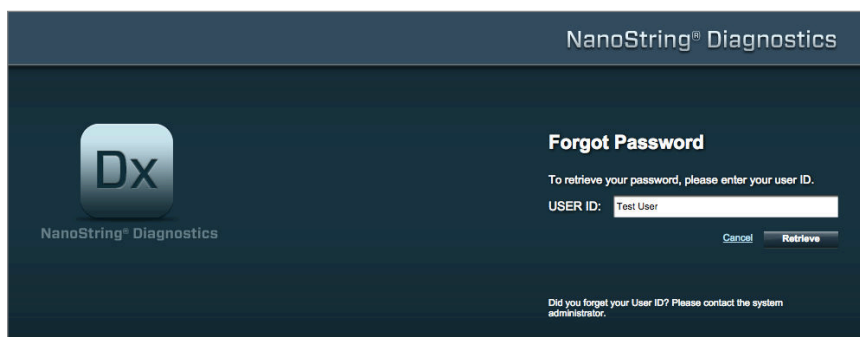

FIGURA 4.3: pagina di invio per una password dimenticata
- Fare clic sul link accanto a "Forgot your password?" (Password dimenticata?) per accedere alla pagina di invio della password dimenticata (FIGURA 4.3).